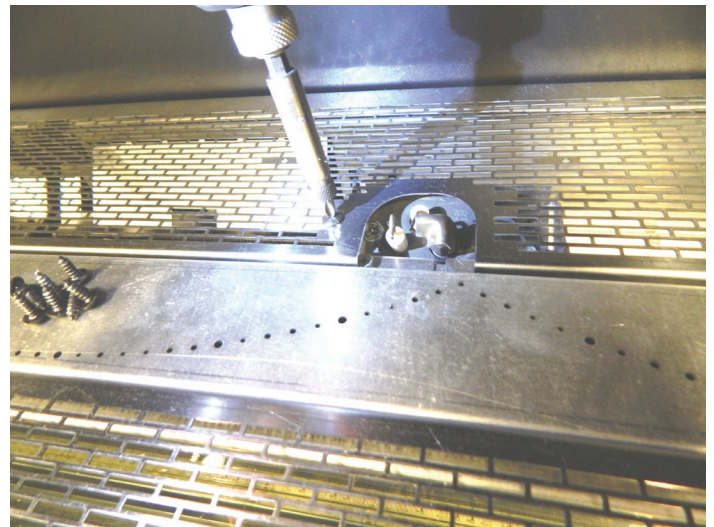

Figure 2
9. Retirer les neuf (9) vis Phillips à tête bombée qui fixent la grille qui recouvre le brûleur. **Voir Figure 2.** Soulever la grille du brûleur pour l'enlever et la mettre de côté